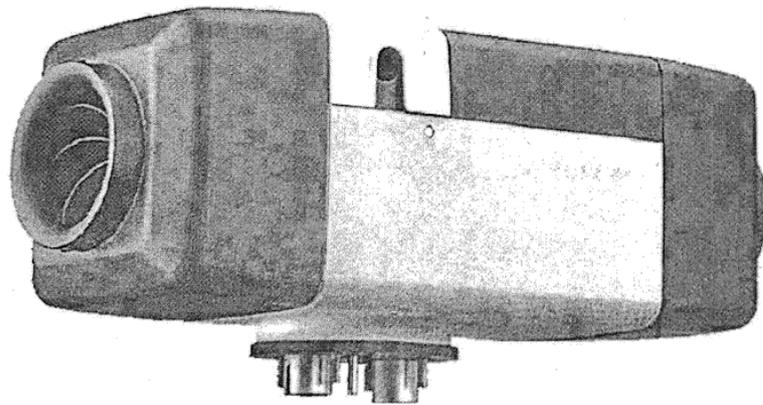

Рисунок 77 – Отопитель Air Top Evo 55D
- отопитель Air Top Evo 55D (рисунок 77);